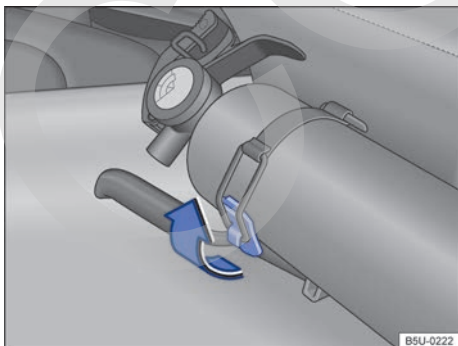

Fig. 152 En el asiento del conductor: extintor de incendios.
- Soltar la abrazadera de fijación, tirando hacia arriba \Rightarrow fig. 152 en el sentido de la flecha.